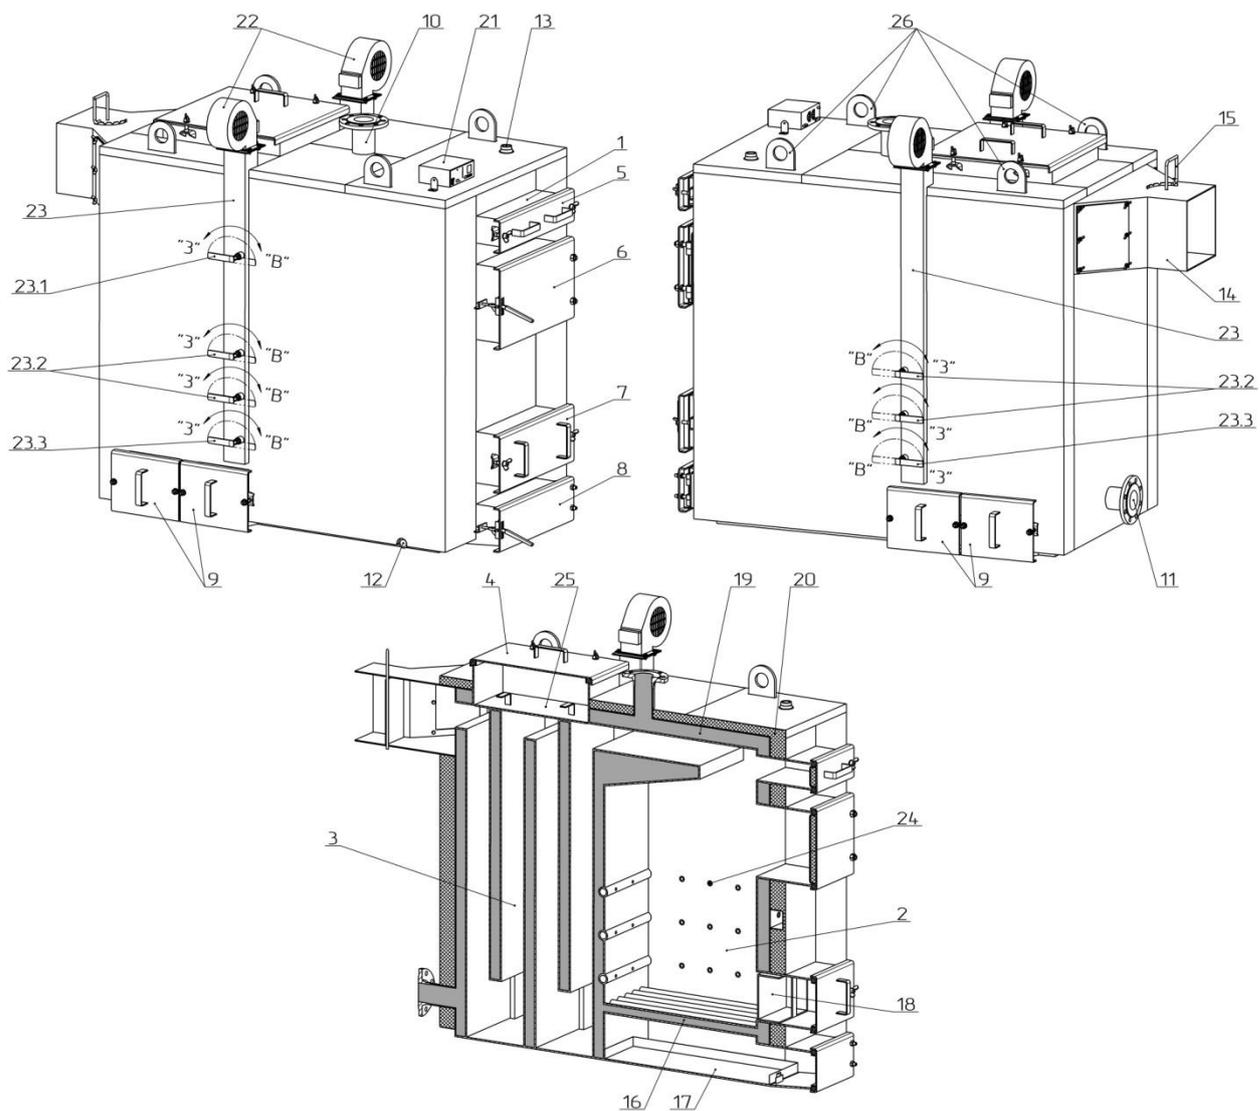

Рисунок 2 – Зовнішній вигляд та основні елементи котла
Конструктивно котел являє собою збірно-зварену конструкцію, що складається з корпусу (поз. 1, рис. 2) з камерою згоряння (топкою) (поз. 2, рис. 2). Конвекційна частина котла складається з комбінованого п'ятиходового теплообмінника (поз. 3, рис. 2) – горизонтальної (верхньої) полиці та чотирьох вертикальних колодязів.
Корпус котла виконаний в формі паралелепіпеду з подвійними стінками, які розділені водними перегородками (поз. 19, рис. 2). На зовнішній поверхні корпусу під декоративною обшивкою закріплена теплова ізоляція. (поз. 20, рис. 2).
Паливо для процесу спалення завантажується на колосникові ґрати (поз. 16, рис. 2) крізь завантажувальні дверцята (поз. 6, рис. 2). Колосникові ґрати виконані з товстостінних безшовних труб по яких постійно циркулює вода з водяної оболонки котла, що унеможливує їх прогорання. Згоряння палива в топці відбувається за участю повітря, яке постачається по двом каналам подачі повітря (правому та лівому) (поз. 23, рис. 2) припливними вентиляторами (поз. 22, рис. 2). Кількість повітря, необхідного для процесу згоряння, регулюється автоматично блоком автоматики управління (поз. 21, рис. 2).
Підведення і відведення теплоносія здійснюється відповідно через патрубки зворотної мережної води (поз. 11, рис. 2) і прямої мережної води (поз. 10, рис. 2).
Топочні гази виходять у димохід крізь боров (поз. 14, рис. 2), розташований у задній частині котла. Боров обладнано вбудованим дросельним клапаном продуктів згоряння – шибером (поз. 15, рис. 2). У випадку надто високої тяги у димоході шибер дає можливість її знизити шляхом часткового перекривання вихідного отвору борова.
Зола, яка утворюється в процесі згоряння палива, зсипається в нижню частину корпусу котла в якій розташована висувна полиця для золи – зольник (поз. 17, рис. 2).
У верхній частині корпусу котла розташований штуцер для встановлення запобіжного клапана або групи безпеки котла (поз. 13, рис. 2).
На бічній стінці корпусу у нижній її частині розміщено штуцер для зливу води з котла (поз. 12, рис. 2).
Для проведення завантажувально-розвантажувальних робіт з котлом, у верхній його частині передбачені такалажні елементи (поз. 26, рис. 2).
- на передній стінці котла (поз. 5, рис. 2);
- у верхній частині котла (поз. 4, рис. 2);
- на бічній стінці (поз. 9, рис. 2).
- ревізійний дверцята (поз. 7, рис. 2) для періодичного чищення колосникових ґрат;
- дверцята зольника (поз. 8, рис. 2) для можливості спорожнення висувної полиці – зольника.